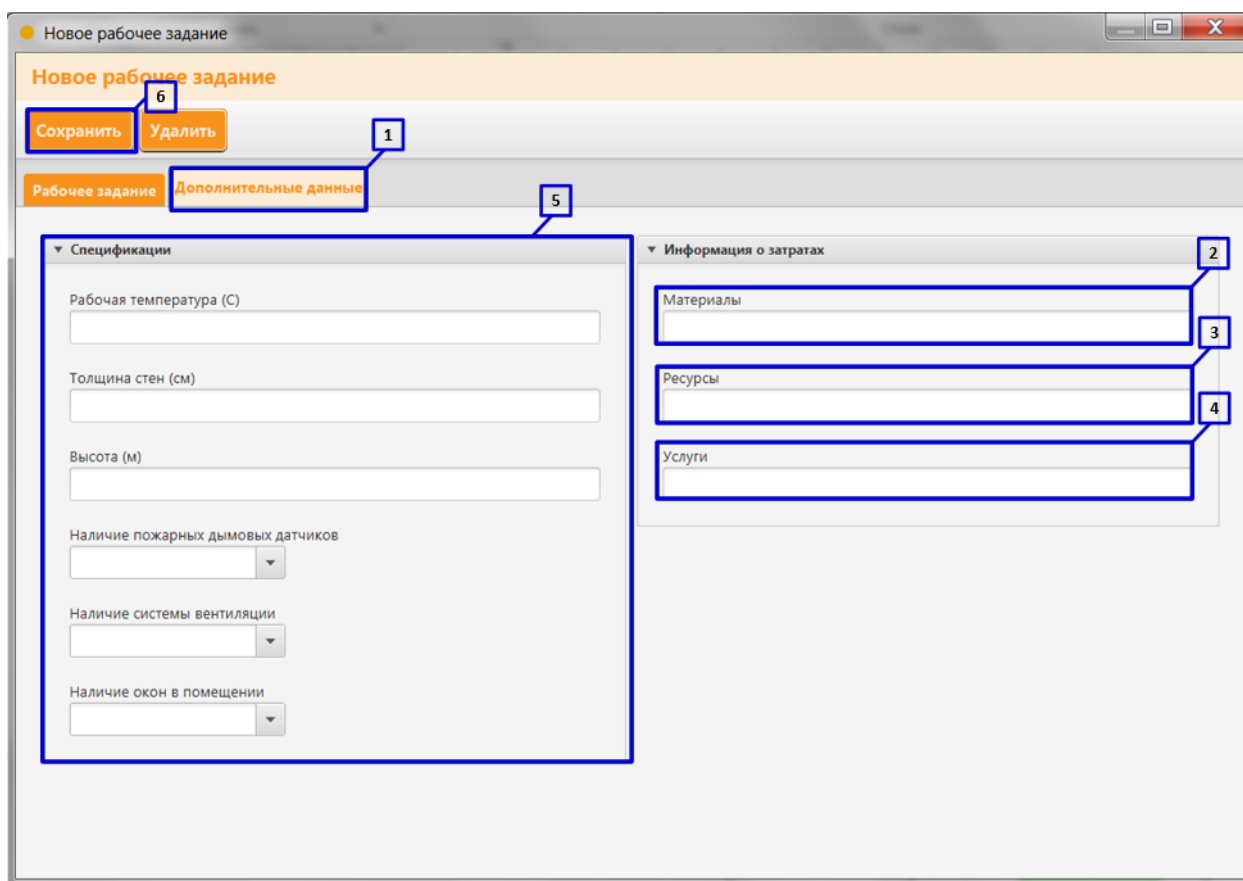

Рисунок 45. Создание рабочего задания в разделе Главного меню вкладка «Дополнительные данные»
15. Откройте вкладку «Дополнительные данные» (Рисунок 45 пункт 1);
16. В строке «Материалы» введите информацию о материалах, которые необходимы для выполнения рабочего задания (Рисунок 45 пункт 2);
17. В строке «Ресурсы» введите информацию о ресурсах, которые необходимы для выполнения рабочего задания (Рисунок 45 пункт 3);
18. В строке «Услуги» введите информацию об услугах, необходимых для выполнения рабочего задания (Рисунок 45 пункт 4);
19. Заполните поля раздела «Спецификации» (**Рисунок 45 пункт 5**).
20. Сохраните внесенные данные, нажав на клавишу «Сохранить» (**Рисунок 45 пункт 6**).